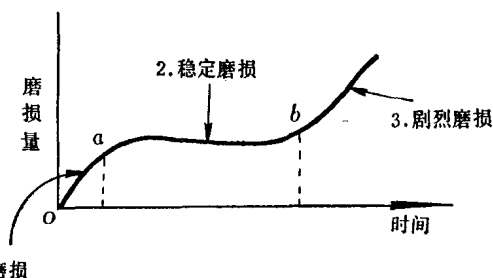

图 3-1 磨损过程的三个阶段
开始工作的一段较短时间内，磨损速度和磨损量都较大，这一阶段称为跑合磨损（见图 3-1 中 $o-a$ 线段）。跑合磨损到一定程度，表面逐渐磨平，实际接触面积逐渐增大，接触面的单位压力减小，磨损速度减慢。人们有意利用跑合阶段轻微磨损，为正常运行稳定磨损创造条件。如每一台汽油或柴油发动机装配好以后，都要按合理的跑合规程，添加合适的润滑油，进行跑合，跑合结束后，必须重新换油，然后才能交付使用。
2. 稳定磨损阶段 在这个阶段中，摩擦面已经跑合磨平，所以磨损速度比较缓和、均匀。（见图 3-1 中 $a-b$ 线段）。这一线段具有基本上不变的斜率，表示磨损速度和磨损量极小，图中横坐标（时间）就是零件耐磨寿命。这阶段的时间很长，这就是正常磨损阶段。
3. 剧烈磨损阶段 经过较长时间的稳定磨损以后，由于摩擦表面之间的间隙和表面形态的改变以及产生表面疲劳等现象，使磨损速度急剧加快（见图 3-1 中 $b-c$ 线段），以致磨损面遭到严重损坏，零件寿命缩短，机器无法正常运转。因此，我们必须在机器进入剧烈磨损阶段前，及时进行计划检修，避免被迫停机。